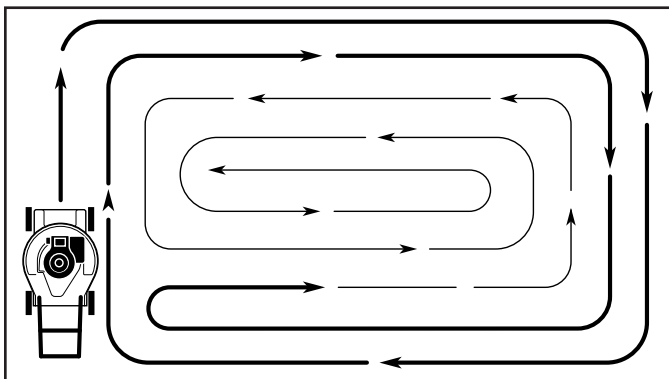

FIG. 13
- Quand vous utilisez une tondeuse à gazon à décharge latérale, tondez dans le sens contraire des aiguilles d'une montre en commençant à l'extérieur de la surface à tondre pour étaler l'herbe coupée plus régulièrement et réduire l'effort du moteur. Pour garder l'herbe coupée hors des allées, des parterres, etc., tondez la périphérie de la zone à tondre dans le sens des aiguilles d'une montre (Voir Fig. 13).